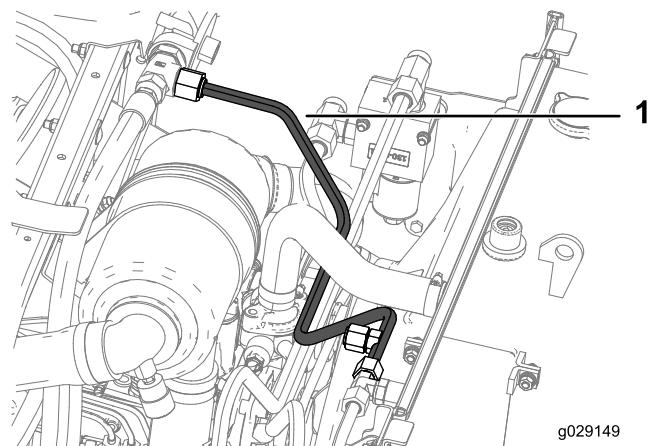

Bild 31
11. Befestigen Sie den Hydraulikschlauch G vom T-Anschlussstück (5/8" x 5/8" x 3/4", Außengewinde) am Filterkopf am T-Anschlussstück (3/4" x 13/16") an der Kühlerlüfterhaube, wie in Bild 31 abgebildet.